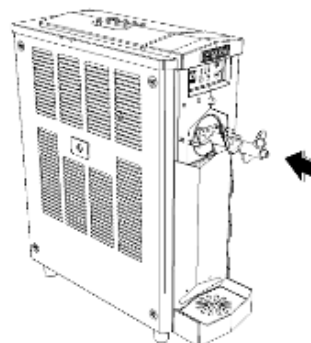

Fig. 19
- Una volta assemblato, inserire con cura il gruppo di miscelazione nel cilindro accertandosi che il codolo posteriore si incastrerà perfettamente nella propria sede all'interno del cilindro (Fig. 19).